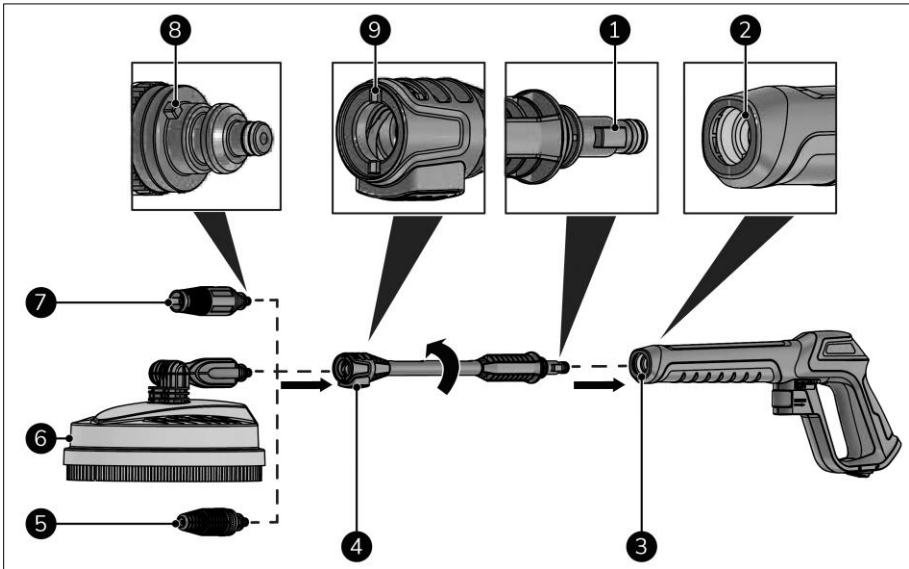

Figure 13
1. Faites coïncider le rebord de la buse ou le nettoyeur de sol (figure 13, pos. 8) avec la rainure de la rallonge de la lance (figure 13, pos. 9).
2. Insérez la buse ou le nettoyeur de sol (figure 13, pos. 5, 6 ou 7) dans la rallonge de la lance (figure 13, pos. 4).
4. Faites coïncider le rebord de la rallonge de la lance (figure 13, pos. 1) avec la rainure dans le pistolet à jet (figure 13, pos. 2).
5. Insérez la rallonge de la lance (figure 13, pos. 4) dans le pistolet à jet (figure 13, pos. 3).